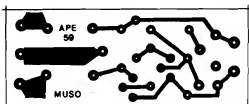

Fig.2
- FIG. 2 - LAY OUT DO CIRCUITO IMPRESSO ESPECÍFICO - Ilhas e pistas cobreadas, vistas em suas posições e tamanhos naturais na figura, podem ser diretamente copiadas ("carbonadas") sobre a face metalizada de um fenolite apropriado, após o que a traçagem (com tinta ácido-resistente, ou com decalques...) deve ser feita, seguida da corrosão, limpeza e furação, conforme é convencional... Uma conferência cuidadosa ao final, é sempre boa norma, já que grande parte dos eventuais problemas de funcionamento iniciais em circuitos e montagens, reside no Impresso, em falhas, "curtos", imperfeições ou lapsos entre as trilhas e ilhas, etc. Se o caro Leitor é um "calouro" nas coisas da Eletrônica Prática, deve consultar as INSTRUÇÕES GERAIS PARA AS MONTAGENS, onde fundamentais conselhos e "dicas" instruem claramente a respeito da boa confecção e uso dos Circuitos Impressos...